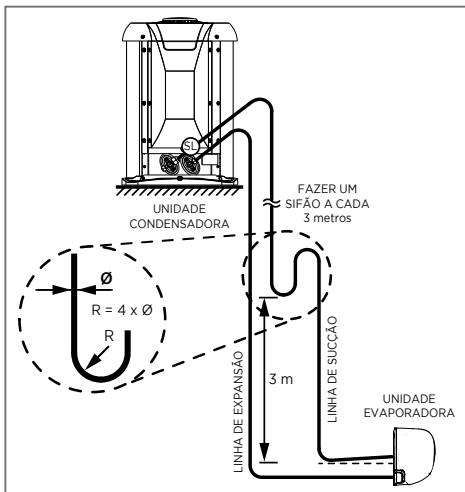

FIG. 20 - LINHAS DE INTERLIGAÇÃO
1. Quando a unidade condensadora estiver em um nível superior ao da unidade evaporadora, fazer sifões nas subidas da linha de sucção a cada 3,0 metros; considerando desde a saída da evaporadora (Fig. 20).